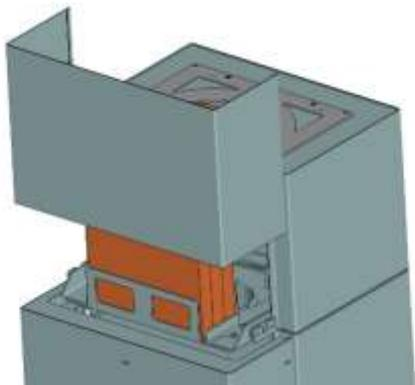

Fig. 25 : retirer le panneau du module d'accumulateur de chaleur vers le haut
2. Retirer le panneau avant du module accumulateur de chaleur vers le haut (Fig. 25).